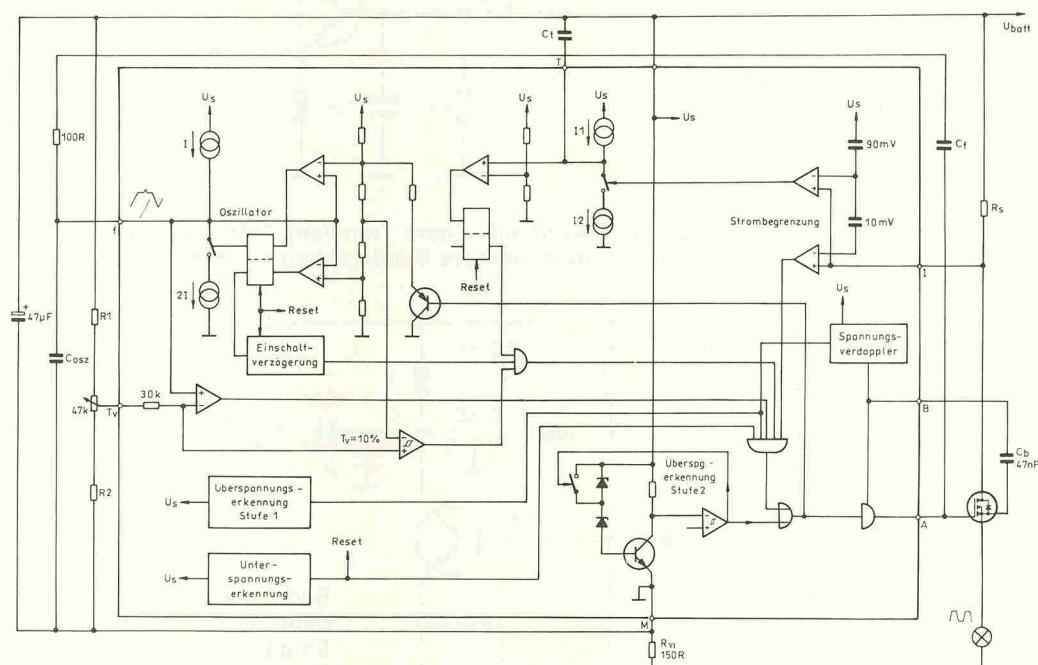

Bild 2. Innenschaltung und minimale Außenbeschaltung des U 6081 B.
Bild 2. Im Bereich zwischen 200 und 1000 MHz sind die Rauscheigenschaften von Oszillatoren mit OFW-Resonatoren anderen Konzepten überlegen. Kurve 1 zeigt das auf 500 MHz transformierte Einseitenband-Phasenrauschen des Referenzoszillators eines Synthsizers, Kurve 2 das entsprechende Spektrum eines auf seiner Grundwelle betriebenen OFW-Resonators.
OFW-Resonatoren lassen sich im Gegensatz zu Quarzen direkt für Frequenzbereiche von 200 bis 1000 MHz herstellen und weisen dabei ähnlich gute Eigenschaften auf: Ihre typischen Gütekoeffizienten liegen zwischen 5 000 und 11 000; die Toleranzen bewegen sich in der Regel um ± 300 ppm, können aber auch enger selektiert werden. Auch die Werte für das Phasenaussehen liegen sehr günstig. Bild 2 zeigt in der durchgezogenen Linie (2) das Einseitenband-Phasenaussehen eines OFW-Oszillators für 500 MHz. Im Vergleich dazu (1) ist das auf 500 MHz transformierte Rauschspektrum des Referenzoszillators eines Synthesizers dargestellt, der auf 10 MHz arbeitet.